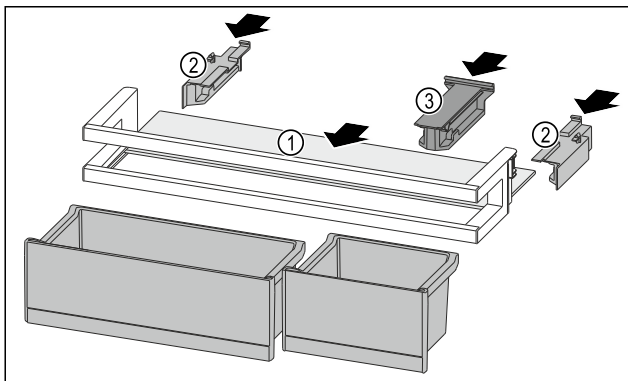

Fig. 120
- ▶ Introduzca el estante Fig. 120 (1) en los huecos laterales.
- ▶ Inserte las partes laterales Fig. 120 (2).
- ▶ Inserte la pieza de retención Fig. 120 (3).